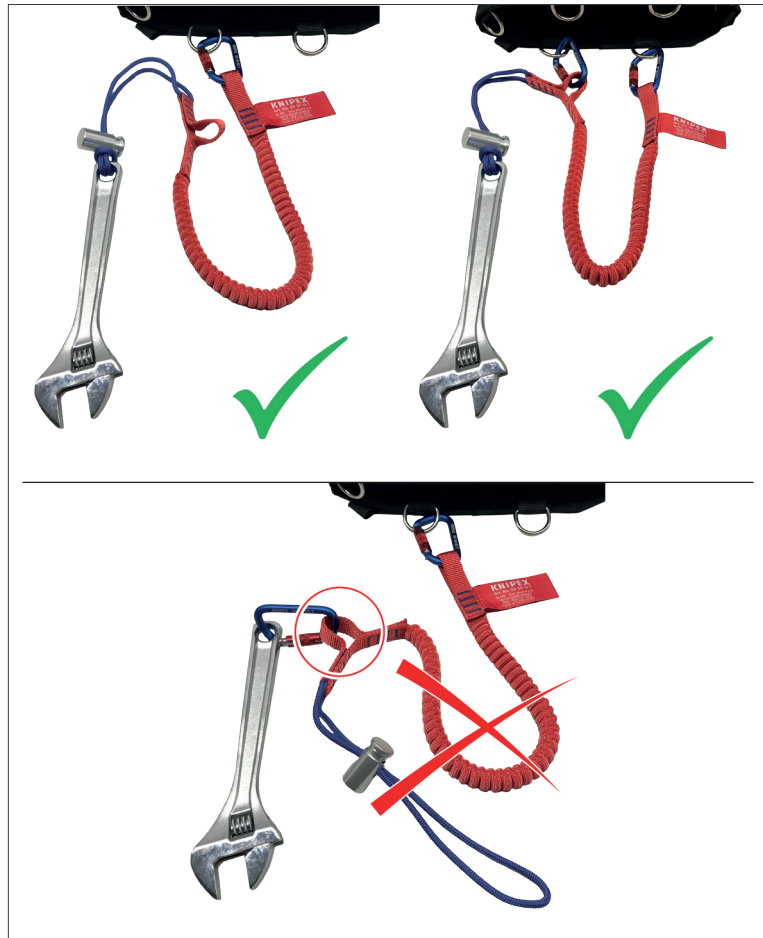

Abb. 10: Verkürzte Anbindung
- Die Schleife für verkürzte Anbindung nicht zur Sicherung von Werkzeugen verwenden (Abb. 10).
- Niemals die Flachriemenschleife für verkürzte Anbindung zur Absturzsicherung verwenden (Abb. 10).
Diese Flachriemenschleife für verkürzte Anbindung darf niemals zur Absturz-sicherung eines Werkzeugs verwendet werden (Abb. 10).